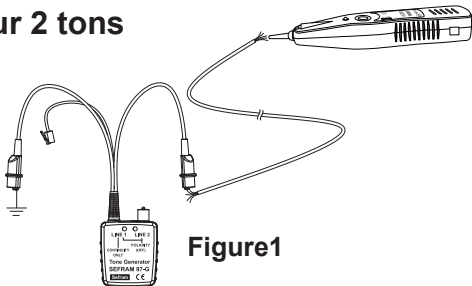

Figure1
Branchez le fil rouge du générateur sur le fil à repérer et l'autre fil (noir) à la masse de l'équipement ou à la terre. (voir figure 1)
- a. Branchez le fil rouge sur un des fils de la ligne à tester et le fil noir sur l'autre fil ou à la terre. (voir figure 1)